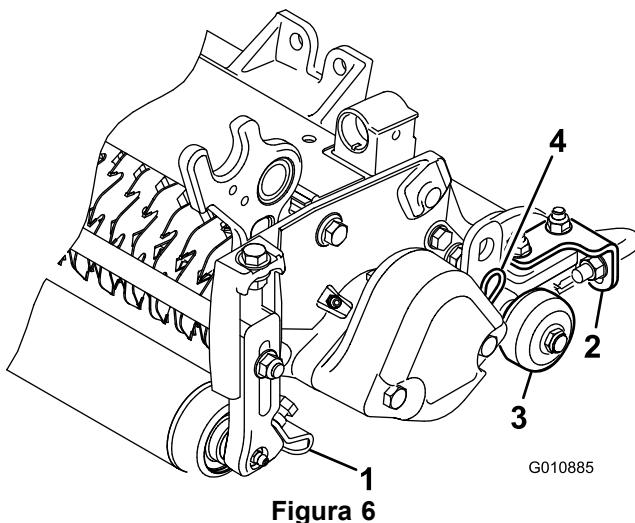

Figura 6
1. Allentate i dadi flangiati che assicurano i raschiarulli (Figura 6).
Prima di abbassare i vorticutter fino al pavimento o prima di rimuoverli dalla macchina, abbassate le ruote di trasferimento (Figura 6) per proteggere le lame dal contatto con la superficie dura.